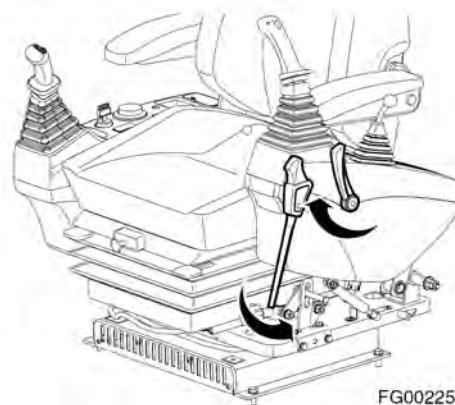

Рис. 6
6. Установить переднее навесное оборудование в транспортное положение (TRANSPORT) и поставить фиксатор функций в положение транспортировки (TRANSPORT). (Рис. 6)